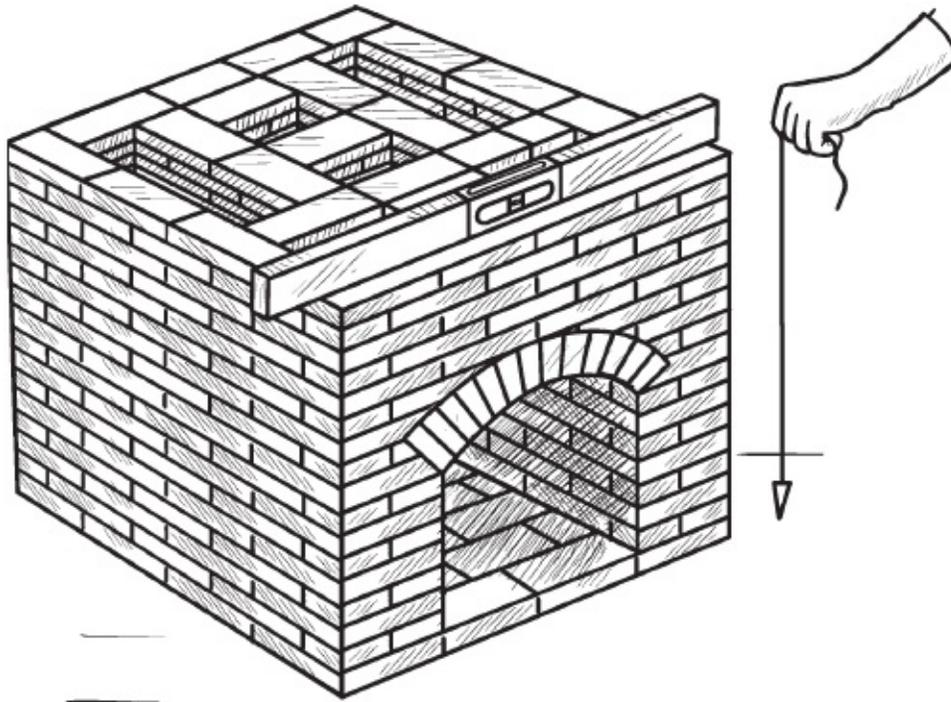

Рис. 6. *Контроль вертикальности и горизонтальности кладки*
6. Далее в процессе кладки каждый ряд проверяется на вертикальность стен и горизонтальность рядов (рис. 6), это важно для того, чтобы иметь возможность сразу при обнаружении отклонений их ликвидировать.